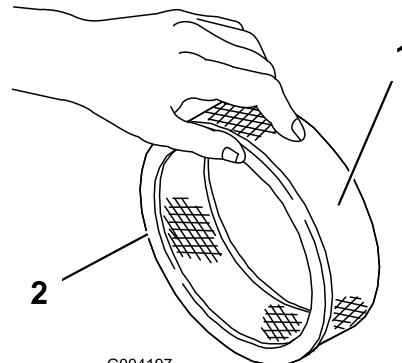

Bild 15
| 5. Untersuchen Sie den Papierfilter auf Risse, einen ölichen Film und Schäden an der Gummidichtung (Bild 15). | |
1. Schieben Sie den Schaumvorfilter vorsichtig auf den Papierfilter (Bild 15).